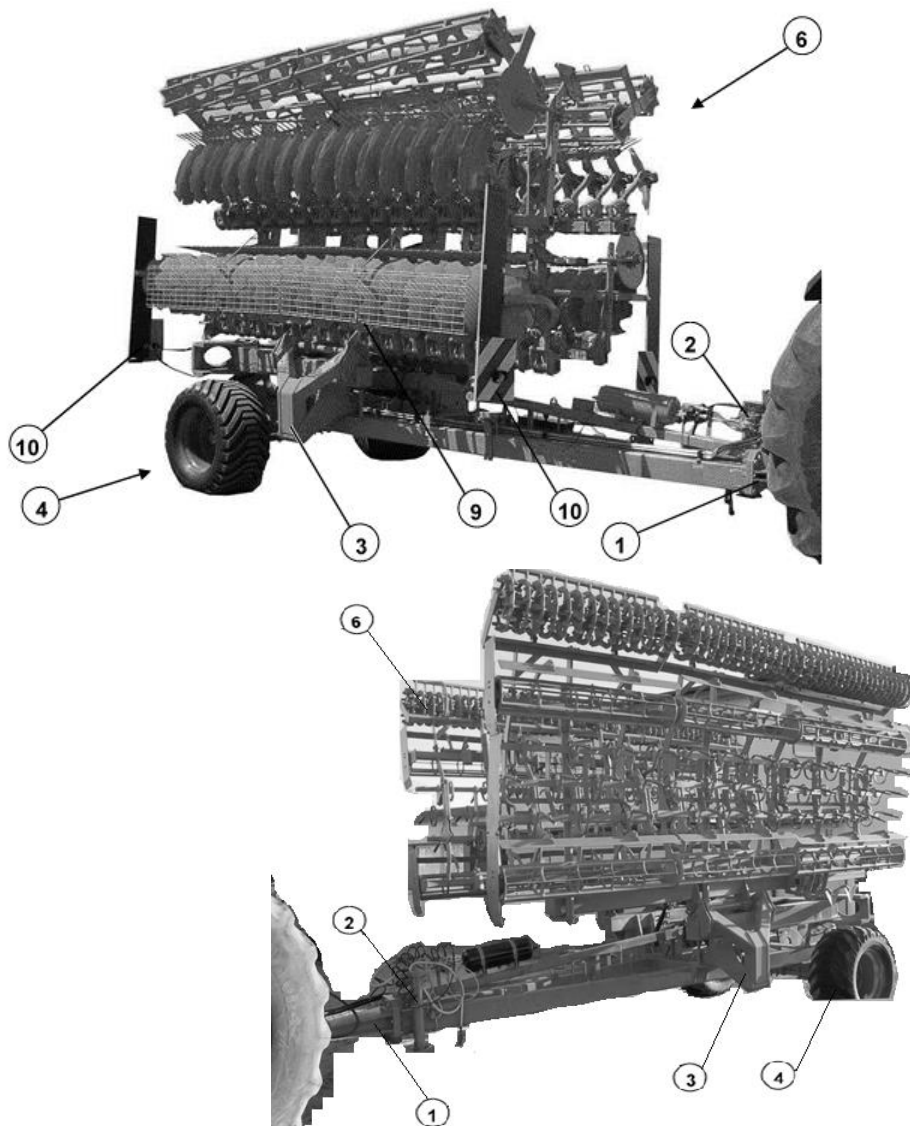

Рис. 2.1 – Общее устройство агрегатов типа АМГ
*При стоянке агрегата в отцепленном от трактора положении в обязательном порядке использовать опорную стойку (см. поз.2 рис. 2.1). Опорная стойка должна быть опущена на грунт и зафиксирована.*
Агрегаты состоят из следующих основных узлов и систем (см. рис. 2.1):